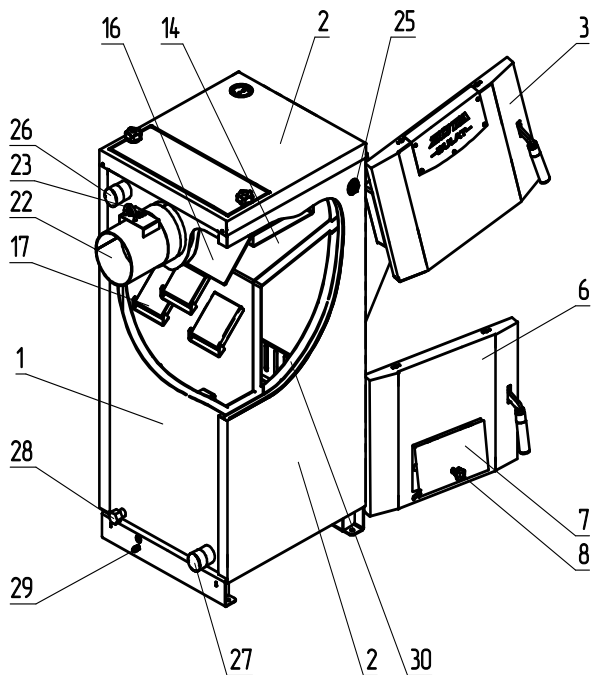
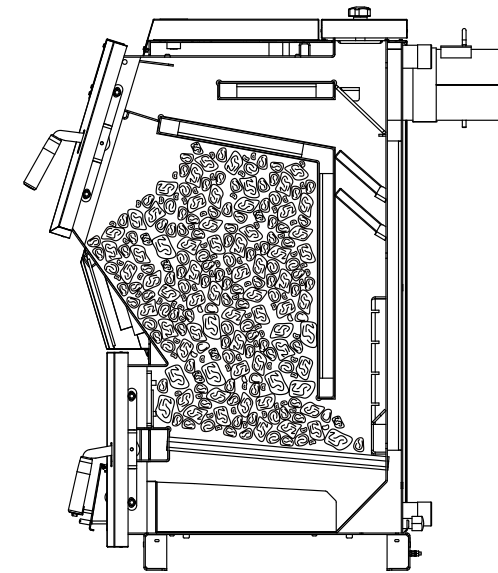
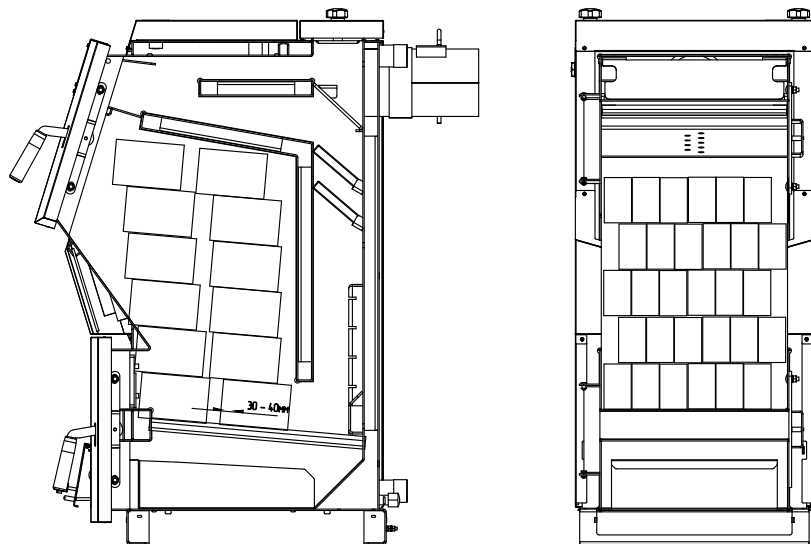
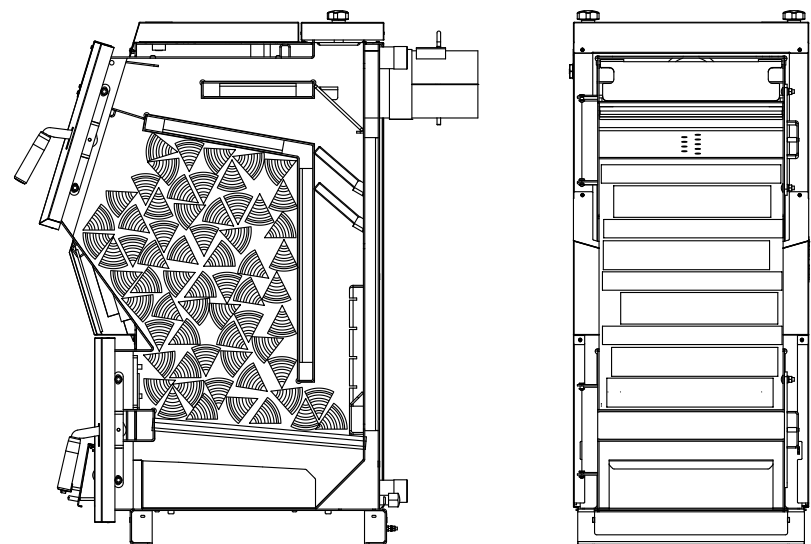

Рис.1 Конструкция отопительного котла
Рис.10 Схема загрузки котла углём.
Рис.8 Схема загрузки котла древесными брикетами.
Рис.9 Схема загрузки котла дровами.
Неправильная установка или отсутствие шамотных кирпичей (поз.17 рис.1) и заслонки 2 дымоотводной (поз.16 рис.1)	Установить шамотные кирпичи и заслонку, и заменить водонехлаждаемые поверхности котла
Эксплуатация котла без зольного ящика (поз. 20 рис.1)	Установить зольный ящик, и заменить водонехлаждаемые поверхности котла
4.5.10. Эксплуатация котла без зольного ящика (поз.20 рис.1).
5.1. Котел (рис.1) состоит из корпуса (поз.1), топки (поз.13), дымохода (поз.22). В нижней части топки устанавливаются колосники (поз.19) и зольный ящик (поз.20).
Внимание! Не допускается эксплуатация котла, без установленного зольного ящика (Рис.1 поз.20). Эксплуатация котла без установленного зольного ящика приводит к прогоранию и деформации водонехохлаждаемых поверхностей котла. В случае нарушений условий эксплуатации котла, рекламации не принимаются.
Внимание! Не допускайте переполнения зольного ящика (Рис.1 поз.20), так как это препятствует правильному распределению воздуха под топливом, что приводит к неэффективному горению топлива и может быть причиной прогорания и деформации водонехохлаждаемых поверхностей.
Внимание! Не допускается эксплуатация котла, без установленной шуровочной решетки (Рис.1 поз.18). Отсутствие шуровочной решетки может привести к повреждению лакокрасочного покрытия и прогару поддувальной двери. В случае нарушений условий эксплуатации котла, рекламации не принимаются.
Внимание! Не допускайте переполнения зольного ящика (Рис.1 поз.20), так как это препятствует правильному распределению воздуха под топливом, что приводит к неэффективному горению топлива и может быть причиной прогорания и деформации водонехолаждаемых поверхностей.
8.4.4. Произведите розжиг растопочного материала через решетку шуровочную (Рис.1 поз.18), закройте и зафиксируйте дверцу загрузочную (Рис.1 поз.3) и дверцу поддувальную (Рис.1 поз.6) и откройте заслонку подачи воздуха (Рис.1 поз.7) ручкой заслонки подачи воздуха (Рис.1 поз.8).
Внимание! Производить розжиг только через дверцу поддувальную (Рис.1 поз.6). Розжиг через дверцу загрузочную (Рис.1 поз.3) приводит к повреждению лакокрасочного покрытия и деформации водонеохлаждаемых поверхностей, а так же не правильной работе котла и не выхода его на номинальную мощность. В случае нарушений условий эксплуатации котла, рекламации не принимаются.
8.4.5. Для полной загрузки котла топливом для длительного горения необходимо: закрыть заслонку подачи воздуха (Рис.1 поз.7), открыть дверцу загрузочную аккуратно приоткрыв её на 5-10 мм на 10-15 секунд для предотвращения хлопка пиролизных газов и заполнить топку котла топливом, равномерно распределяя его по всему объему в соответствии рис.8, рис.9, рис.10. После загрузки котла убедиться в отсутствии просыпания топлива на рамку загрузочной двери и отсутствии топлива возле загрузочной двери. После загрузки котла топливом закройте и зафиксируйте дверцу загрузочную (Рис.1 поз.3) и отрегулируйте заслонку подачи воздуха (Рис.1 поз.7) ручкой заслонки подачи воздуха (Рис.1 поз.8).
8.4.6. Перед добавлением новой порции топлива убедитесь, что в топке котла заканчивается топливо, узнать о наличии топлива можно во время чистки колосников и зольного ящика через дверцу поддувальную. Для загрузки новой порции топлива в котёл необходимо, закрыть заслонку подачи воздуха (Рис.1 поз.7), открыть дверцу поддувальную (Рис.1 поз.6) произвести чистку колосников кочергой, произвести чистку зольного ящика, после чистки установить зольный ящик на место и закрыть дверцу зольную. Открыть дверцу загрузочную аккуратно приоткрыв её на 5-10 мм на 10-15 секунд для предотвращения хлопка пиролизных газов и заполнить топку котла топливом, равномерно распределяя его по всему объему в соответствии рис.8, рис.9, рис.10. После загрузки котла топливом закройте и зафиксируйте дверцу загрузочную (Рис.1 поз.3) и отрегулируйте заслонку подачи воздуха (Рис.1 поз.7) ручкой заслонки подачи воздуха (Рис.1 поз.8).
Внимание! Не допускается эксплуатация котла, без установленной заслонки (Рис.1 поз.15). Эксплуатация котла без установленной заслонки приводит к прогоранию и деформации водонеохлаждаемых поверхностей котла. Котел не выходит на номинальную мощность. В случае нарушений условий эксплуатации котла, рекламации не принимаются.
- Откройте заглушку вертикального канала теплообменника (поз.11 Рис.1) и уберите заслонку 2 дымоотводную (поз.16 Рис.1);
- После установки шамотных кирпичей установите заслонку 2 дымоотводную (поз.16 Рис.1) и заглушку вертикального теплообменника (поз.11 Рис.1).
8.4.2. Откройте полностью заслонку (Рис.1, поз.23) на дымоходе, установив ручку заслонки вдоль патрубка дымохода.